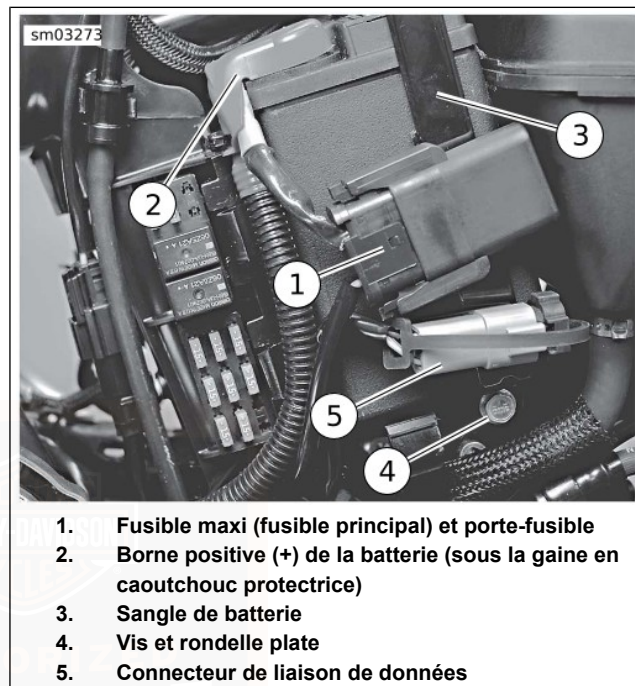
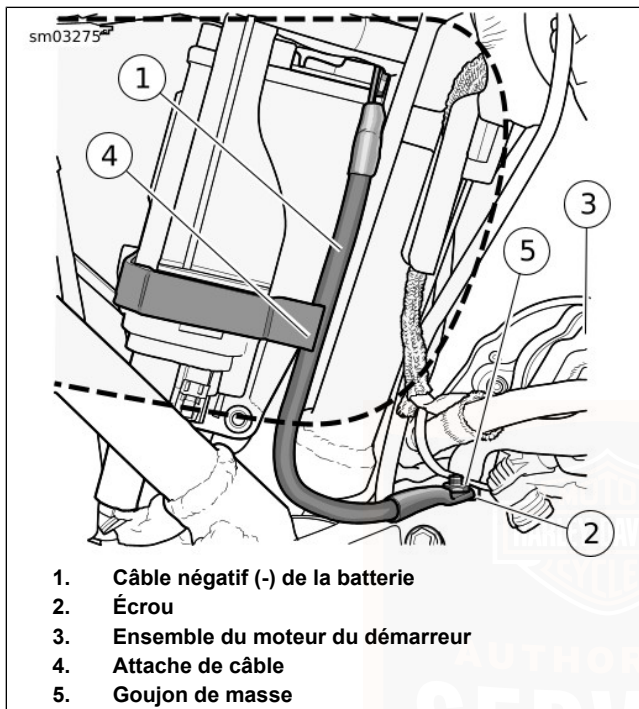
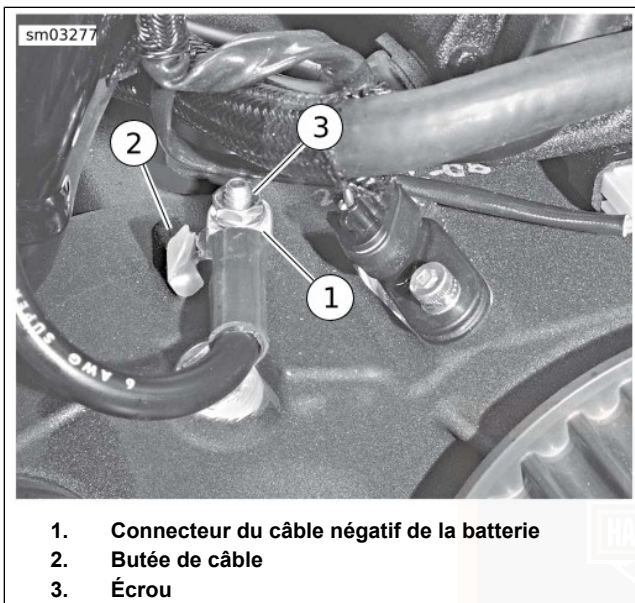
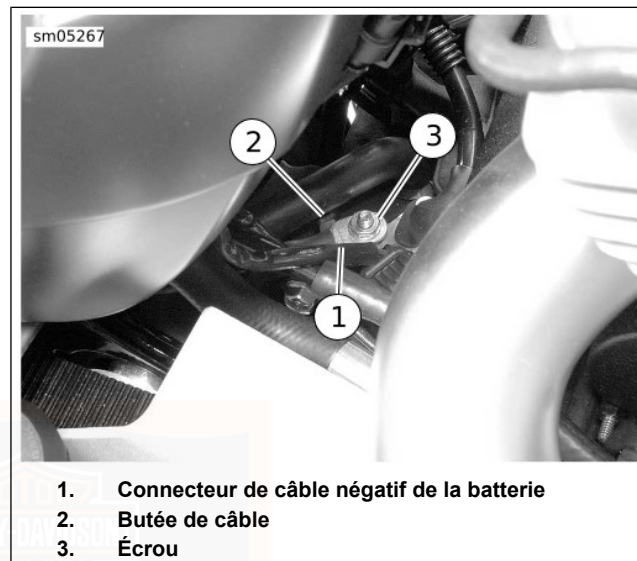

Figure 60. Emplacement du fusible principal et de la batterie : tous les modèles
Figure 61. Connexion négative (-) de la batterie
Figure 63. Connexion du câble négatif (-) de la batterie au goujon de masse de carter moteur : modèles XL
Figure 64. Connexion du câble négatif (-) de la batterie au goujon de masse de carter moteur : modèles XR
2. Voir Figure 60. Enfoncer le porte-fusible principal (1) vers l'arrière de la moto jusqu'à ce qu'il se détache de sa goupille de montage sur la sangle de batterie (3). Déposer le porte-fusible principal de la sangle de batterie.
3. Enfoncer le connecteur de liaison de données (5) vers l'arrière de la moto jusqu'à ce qu'il se détache de sa goupille de montage sur la sangle de batterie. Déposer le connecteur de la sangle de batterie.
4. Déposer la vis de la sangle de batterie et la rondelle plate (4). Décrocher la sangle de batterie du support du plateau de batterie au-dessus de la batterie et retirer la sangle.
5. Voir Figure 61. Retirer l'écrou (2) d'attache du connecteur de câble négatif (-) de batterie (1) au goujon de masse (5) sur le bossage du carter moteur derrière l'ensemble du moteur du démarreur (3). Enlever le connecteur du câble du goujon.
6. Tirer l'extrémité du câble négatif (-) délicatement vers l'avant pour la dégager de l'attache de câble (4).
7. Voir Figure 60. Soulever la gaine en caoutchouc protectrice qui recouvre la borne positive (+) de la batterie (2). Dévisser la vis de la borne positive (+) de la batterie et retirer les câbles positifs (+) de la batterie.
9. Retirer la batterie du plateau de batterie. Voir Figure 61. Bien noter l'acheminement du câble négatif (-) de la batterie autour du tube descendant du cadre.
5. Voir Figure 60. Avec le câble négatif (-) de la batterie déconnecté de l'emplacement de mise à la masse sur le carter moteur, introduire la vis à travers les câbles positifs (+) de la batterie : d'abord à travers le câble du fusible principal, puis à travers le câble principal positif (+) de la batterie, et enfin dans la borne positive (+) de la batterie. Visser la vis dans la borne. Serrer à un couple de 7,9–9 N·m (70–80 **in-lbs**).
7. Accrocher le dessus de la sangle de batterie (3) au support du plateau de batterie sur le dessus de la batterie. Installer la rondelle plate et la vis de la sangle (4). Serrer la vis à un couple de 4,1–6,8 N·m (36–60 **in-lbs**).
9. Accrocher le porte-fusible du fusible principal (1) à la goupille supérieure sur la sangle de la batterie et le glisser vers l'avant jusqu'à ce qu'il se mette en position avec un déclic.
10. Accrocher le connecteur de liaison de données (5) à la goupille inférieure sur la sangle de batterie et le glisser vers l'avant jusqu'à ce qu'il se mette en position avec un déclic.
11. Voir Figure 61. Pousser le câble négatif (-) de la batterie dans l'attache de câble (4).
12. Placer le connecteur du câble négatif (-) de la batterie sur le goujon de masse (5) du bossage du carter moteur derrière l'ensemble du moteur du démarreur (3). Visser l'écrou (2) sur le goujon.
13. Voir Figure 63 ou Figure 64. Pousser le connecteur (1) de câble négatif (-) de batterie contre la butée de câble (2) sur le carter moteur et serrer l'écrou (3) à un couple de 6,2–8,5 N·m (55–75 **in-lbs**).